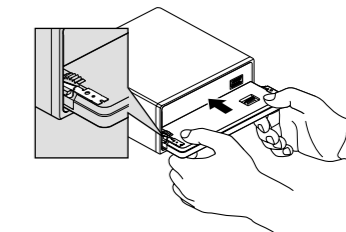

Fig. 11
**2. Reinstale el panel delantero en la unidad. (Fig. 11)**